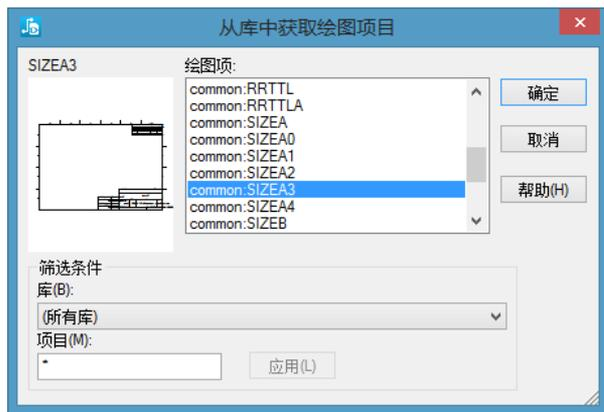

图 2-23 从库中获取绘图对话框
(3) 图页 在图页区域可以设置原理图的大小和图纸边界。从 “ 尺寸 ” 下拉列表框中，可以选择所需要的图纸大小。如果需要改变图纸的边界，则单击 “ 选择 ” 按钮，然后系统会弹出如图 2-23 所示的 “ 从库中获取绘图项目 ” 对话框，此时就可以从该对话框中选择所需要的图纸边界类型，选择时要保证所选择的图纸边界适合所选择的图纸大小。
(4) 跨图页标签 在多图设计中，往往会有分别位于两张图纸上的零件之间的逻辑连接，则应该使用跨图页标签。